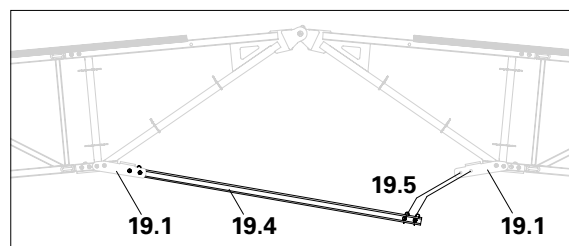

Fig. A4.02a
1. Skub det rektangulære rør (19.4) på en side mellem laskerne (19.1) på kipsamlern. (Fig. A4.02a)
2. Stik bolten gennem boringen og fastgør den med fjedersplit – 2x. Gentag trin 1 + 2 på den anden side. (Fig. A4.02a)